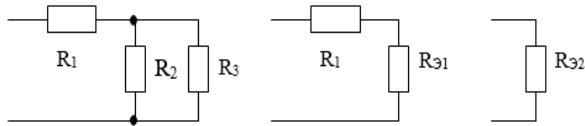

Рис. 3. Этапы свертывания схемы смешанного соединения приемников
*Смешанное соединение* - комбинация последовательного и параллельного (рис.3).